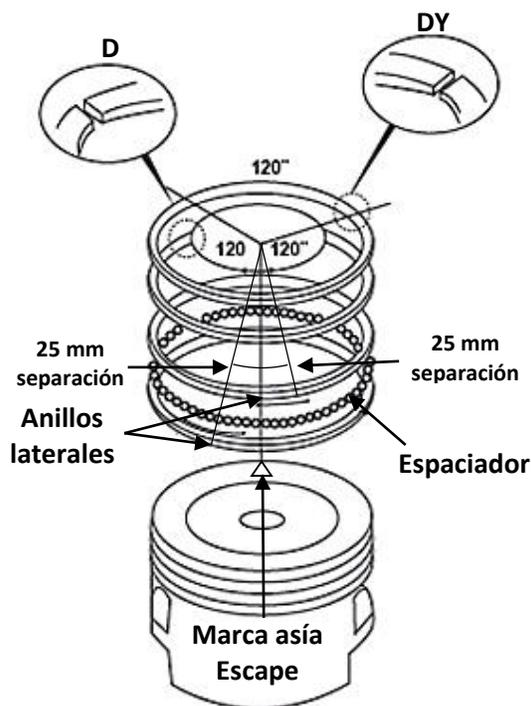

Fig. 42
Instale el primer y segundo anillo del pistón a 120° equidistantes uno del otro, y los de aceite a 25 mm uno a la derecha y el otro a la izquierda formando una (Y) como muestra la figura. **Fig. 42**